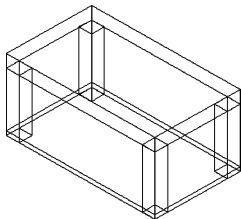

图 13-78 绘制隔板
(4) 单击“三维工具”选项卡“建模”面板中的“长方体”按钮, 以茶几的两条对角腿的外角点为对角点, 创建厚度为 2 的长方体, 完成隔板的绘制, 结果如图 13-78 所示。
(5) 单击“默认”选项卡“修改”面板中的“移动”按钮, 移动隔板, 命令行提示与操作如下: